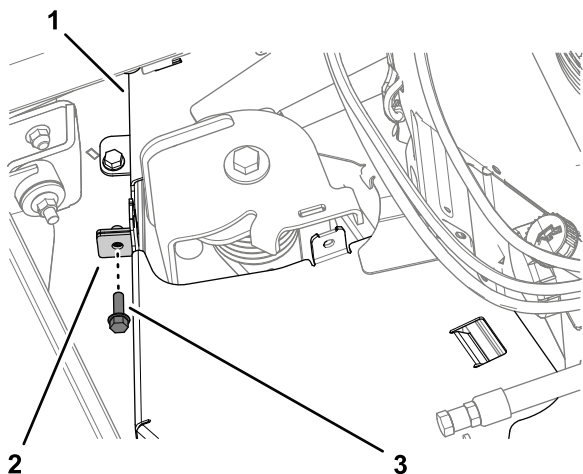

Figure 44
3. Fixez les brides du protège-courroie à l'aide de la vis à embase (Figure 44) que vous avez retirée sous Dépose du protège-courroie gauche \(page 28\).